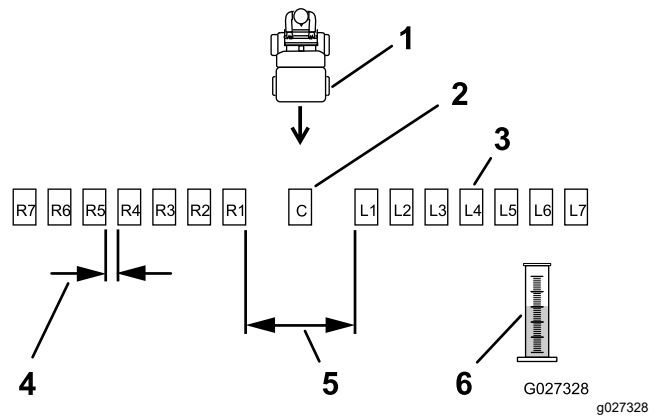
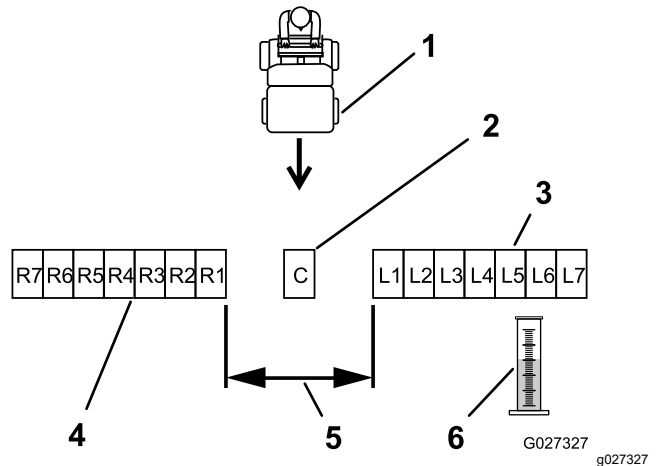

Figura 22
Figura 23
Coloque 6 bandejas adicionales en cada lado, sin espacio entre las bandejas (Figura 23).
2. Coloque las bandejas restantes en línea recta, como se muestra en la Figura 22 o la Figura 23.
Coloque 6 bandejas más en cada lado, con 30 cm (12") entre ellas (Figura 22).
- Etiquete cada cilindro graduado según la bandeja de recogida correspondiente (por ejemplo, L2, L1, Centro, R1, R2...); consulte la Figura 22 y la Figura 23.